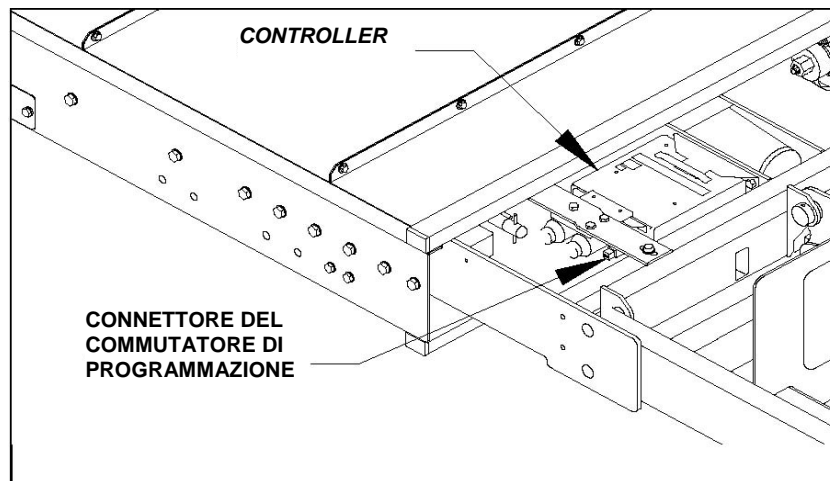

FIGURA 2-5: CONNETTORE DEL COMMUTATORE DI PROGRAMMAZIONE
- 7) Vedere la Figura 2-5. Il connettore di accoppiamento del commutatore di programmazione è fissato sulla parte inferiore del supporto del *controller* ed è protetto da un tappo estraibile. Collegare il commutatore di programmazione al connettore.
N.B.: Tale procedura può richiedere l'impiego della pompa di riserva manuale per sollevare la piattaforma, poiché il pulsante potrebbe essere disattivato (sulla pulsantiera cablata) ↑/UP (SU). Per abbassare la piattaforma è possibile usare il pulsante ↓/DOWN (GIÙ).
- 3) Consultare la **Figura 2-5**. Il connettore di accoppiamento del commutatore di programmazione opzionale è fissato alla parte inferiore del supporto del *controller*. Il connettore è protetto da un tappo estraibile. Collegare il commutatore di programmazione al connettore.